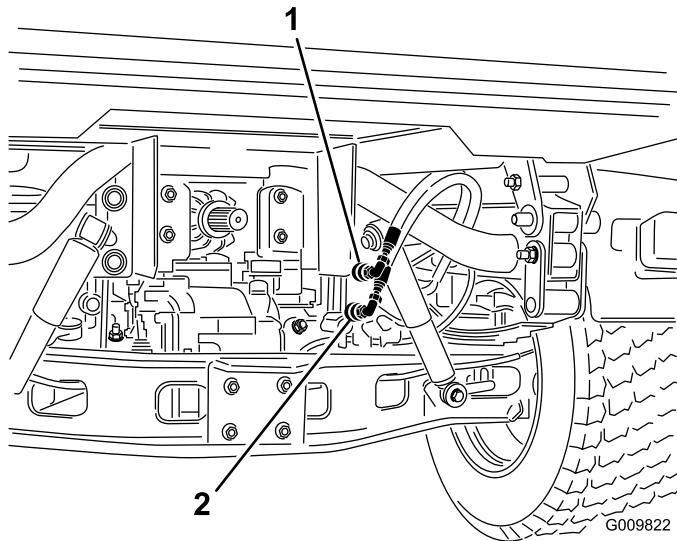

Figura 66
2. En ambas máquinas, desconecte las dos mangueras con acoplamiento rápido de las mangueras que están conectadas al soporte de acoplamiento (Figura 66).